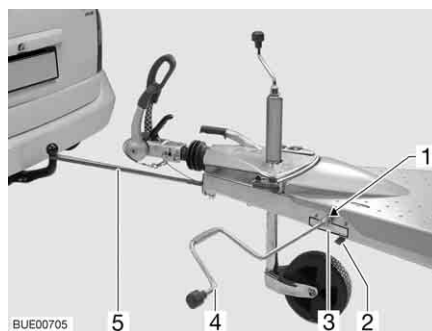

Fig. 4 Sistema di avvicinamento Easy-Pull
- Portare la leva di bloccaggio (Fig. 4,2) in posizione di apertura.
- Srotolare la cinghia con il gancio (Fig. 4,5) per farla passare e bloccare attorno al collo sferico del gancio di traino della motrice.
- Portare la leva di bloccaggio (Fig. 4,2) in posizione di chiusura.
- Inserire e ruotare la manovella dei piedini di stazionamento del caravan (Fig. 4,4) nell'esagonale (Fig. 4,1) del dispositivo a manovella. Rispettare la direzione indicata sull'adesivo (Fig. 4,3).